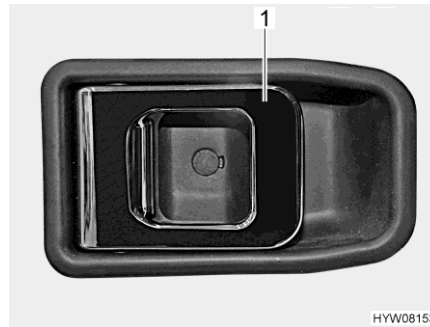

Fig. 43 Serratura della porta (porta conducente, lato interno)
- Apertura:** ■ Tirare la maniglia (Fig. 43,1). La serratura della porta si sblocca o apre.
- Bloccaggio:** ■ Premere la maniglia (Fig. 43,1). La serratura della porta si blocca.